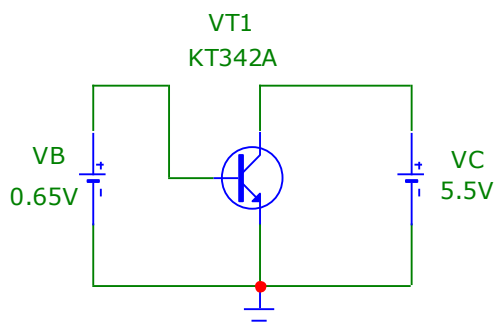

Рис. 2.1. Схема включения биполярного транзистора
В данной работе производится измерение на модели *статических характеристик и низкочастотных параметров* транзисторов, т.е. характеристик, определяемых по постоянному току, и параметров, определяемых по приращением постоянных токов и напряжений. Моделирование проводится для биполярного транзистора (БТ) типа *n-p-n*, включённого по схеме с общим эмиттером (ОЭ) (рис. 2.1). Характеристики транзисторов измеряются как при стандартной температуре  $+27^{\circ}\text{C}$ , что соответствует абсолютной температуре 300 К, так и в заданном интервале температур. Все измерения производятся в режиме расчёта передаточных функций по постоянному току (**Analysis>DC...**).
2. Составьте схему для измерения статических характеристик биполярного транзистора. Напряжение источника в цепи коллектора установите равным  $U_{0K}$ , а напряжение источника в цепи базы задайте в соответствии с рис. 2.1 (0,65 В).